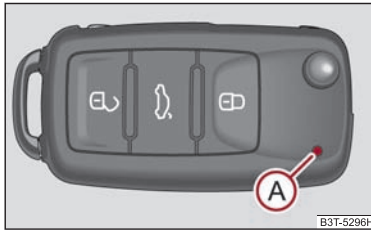
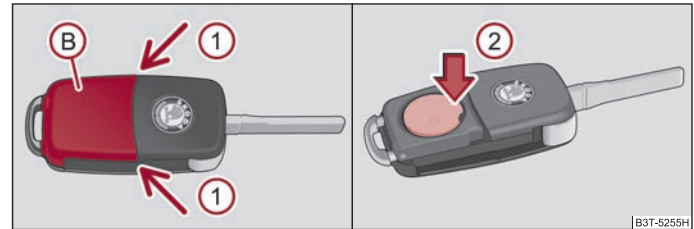

Abb. 23 Funkschlüssel
Abb. 24 Schlüssel mit Funk-Fernbedienung trennen / Batterie wechseln
Mit dem Fahrzeug werden zwei Funkschlüssel ⇒ Abb. 23 ausgeliefert.
Jeder Funk Schlüssel enthält eine Batterie, die im Deckel (B) ⇒ Abb. 24 des Sendergehäuses untergebracht ist. Wenn die Batterie entladen ist, blinkt nach dem Drücken einer Taste auf dem Funk Schlüssel die rote Kontrollleuchte (A) ⇒ Abb. 23 nicht. Wir empfehlen Ihnen, die Schlüsselbatterie von einem autorisierten Škoda Servicepartner wechseln zu lassen. Falls Sie jedoch die verbrauchte Batterie selbst wechseln wollen, gehen Sie wie folgt vor:
- Drücken Sie die Batterieabdeckung mit dem Daumen oder mit einem flachen Schraubendreher an den Stellen der Pfeile (1) ⇒ Abb. 24 ab.
- Durch Drücken der Batterie nach unten, an der Stelle des Pfeils (2) ⇒ Abb. 24 nehmen Sie die entladene Batterie aus dem Schlüssel heraus.
Diese Wahlfunktion ermöglicht die Entriegelung aller Türen, einzelner Türen, beider Türen auf der linken oder rechten Fahrzeugseite oder gleichzeitiges Entriegeln der Fahrer- und Beifahrertür. Die anderen Türen und die Tankklappe bleiben verriegelt und werden erst nach nochmaligem Entriegeln mit der Entriegeltaste auf der Fernbedienung ⇒ Seite 39, Abb. 23 oder mit der Taste für Zentralverriegelung ⇒ Seite 44, Abb. 27 entriegelt.